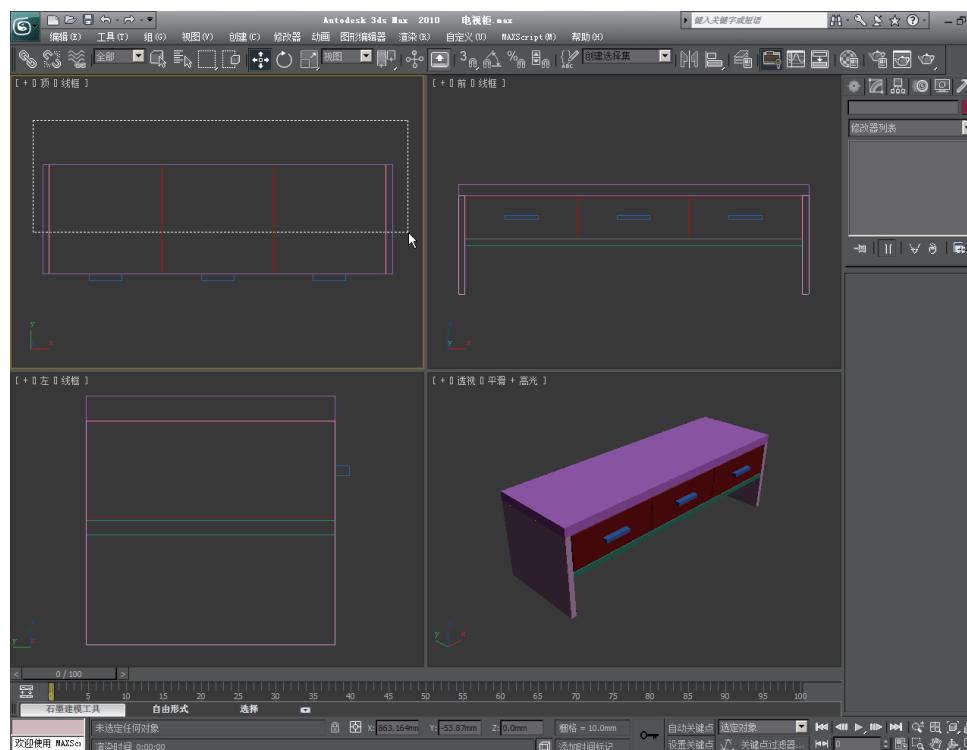
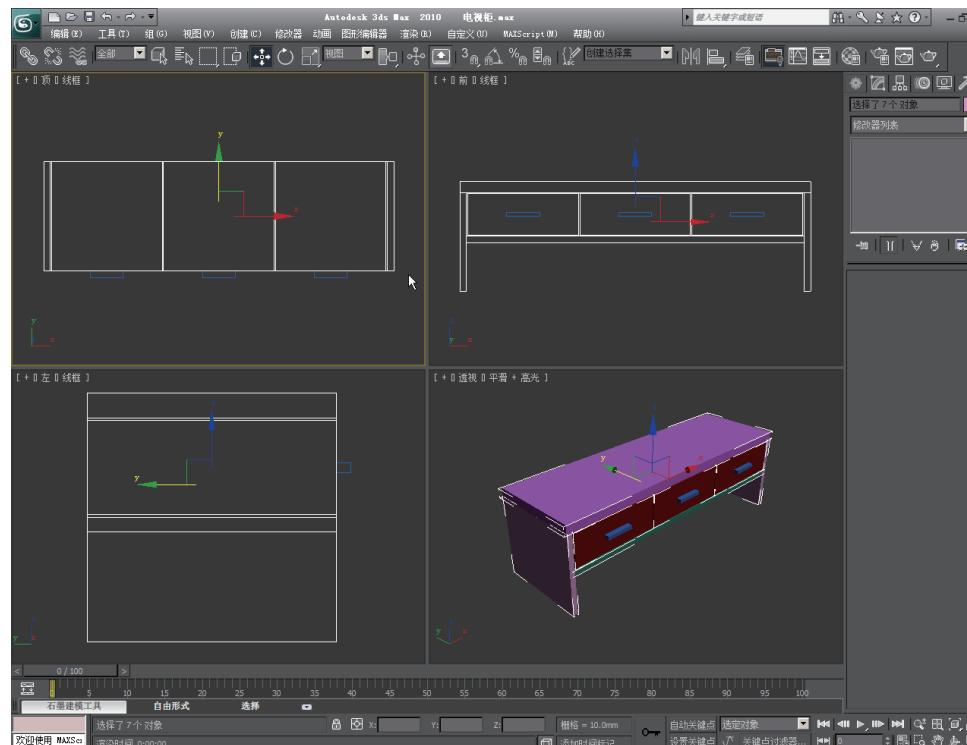

图2-31 在顶视图中框选
图2-32 选择的范围
(1) 选中除抽屉拉手外的所有模型。这一步操作应在顶视图中进行框选，如图2-31、图2-32所示。